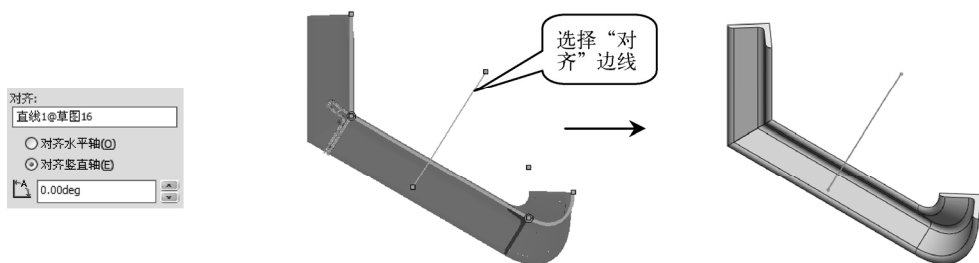

图 6-102 “镜像轮廓” 复选框的作用
- “**对齐**” 选择列表框：通过此列表框可令截面轮廓的水平轴或竖直轴与所选定的参考轴对齐，如图 6-102 所示（通过下面的“旋转角度”文本框则可以具体定义轮廓与参考轴的夹角大小）。